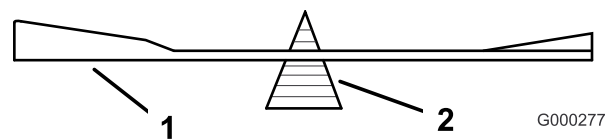
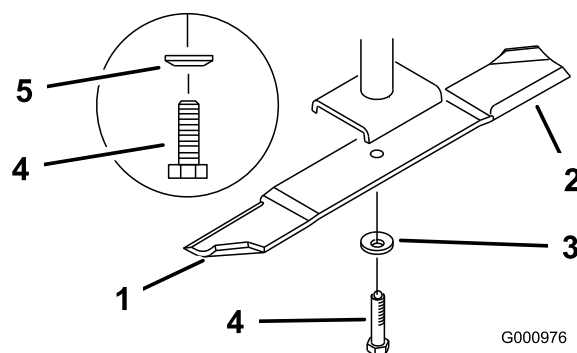

Figure 82
Figure 83
2. Retirez le boulon, la rondelle élastique et la lame de l'axe (Figure 83).
2. Vérifiez l'équilibre de la lame en la plaçant sur un équilibreur (Figure 82). Si la lame reste horizontale, elle est équilibrée et peut être utilisée. Si la lame est déséquilibrée, limez un peu l'extrémité de la partie incurvée seulement (Figure 83). Répétez la procédure jusqu'à ce que la lame soit équilibrée.
1. Placez la lame sur l'axe (Figure 83).
2. Installez la rondelle élastique et le boulon de la lame. Le cône de la rondelle élastique doit être dirigé vers la tête du boulon (Figure 83).